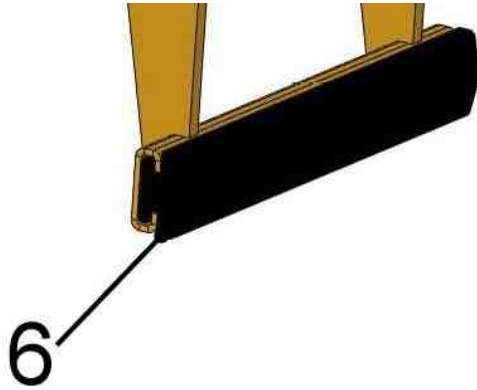
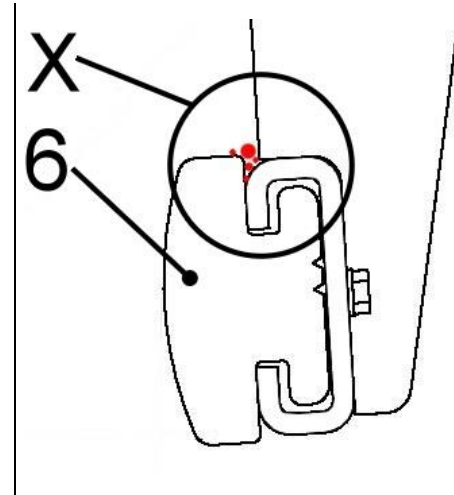

Fig. 1
Fig. 2
Inspección periódica de la suciedad (por ejemplo, pequeñas partículas de piedra) en el área superior (ver "X" en la figura 2) de los remaches de goma (6) → ver fig.1 / fig.2.
**Problema:** La suciedad puede dañar las mordazas de goma (6) durante el agarre en esta zona (presionando partículas de piedra en el caucho).
**Remedio:** Retire la suciedad en esta zona de los ojales de goma (6), o quite y limpie las mandíbulas de caucho de goma si la suciedad es pesada.